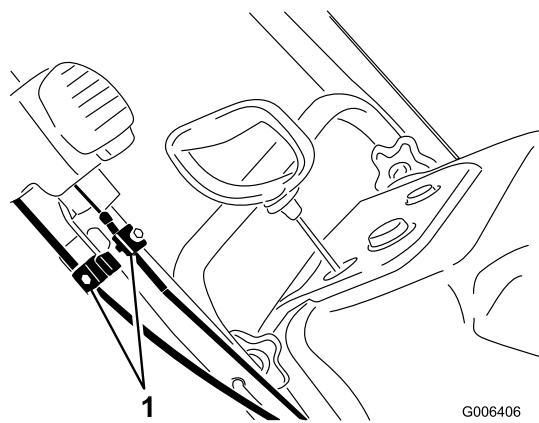

Figure 39
1. Desserrez les serre-câble des deux câbles de commande Quick Shoot (Figure 39).